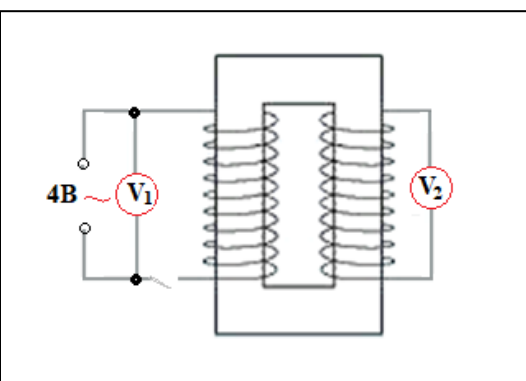

Рисунок 1
1. Составить электрическую цепь по схеме, рисунок 1.